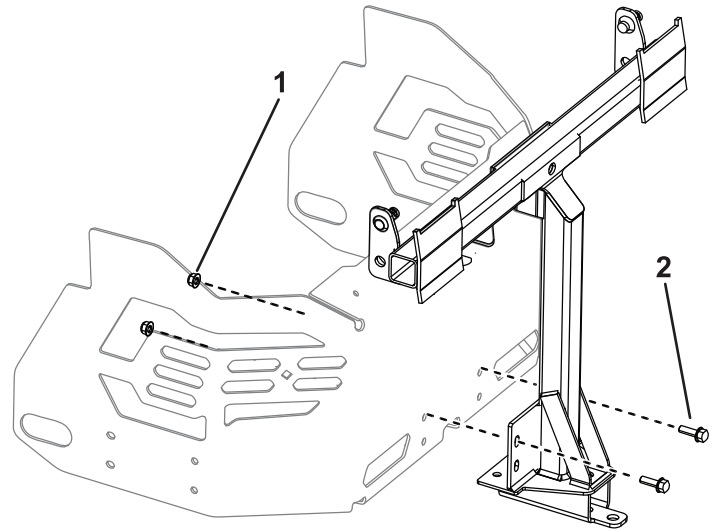

Figure 15
4. Fixez légèrement le cadre pivotant à la machine au moyen de 2 boulons (5/16" x 1") et 2 contre-écrous (5/16"), comme montré à la Figure 15.
6. Serrez les 2 boulons (5/16" x 1") et les 2 contre-écrous (5/16"), comme montré à la Figure 15.